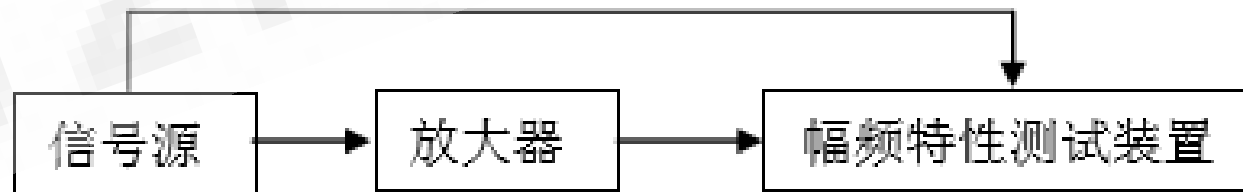

图 1 远程幅频特性测试装置框图 (基本部分)
(1) 制作一信号源。输出频率范围：1MHz - 40MHz；步进：1MHz，且具有自动扫描功能；负载电阻为 600 Ω 时，输出电压峰峰值在 5mV - 100mV 之间可调。
(2) 制作一放大器。要求输入阻抗：600 Ω ；带宽：1MHz - 40MHz；增益：40dB，要求在 0 - 40 dB 连续可调；负载电阻为 600 Ω 时，输出电压峰峰值为 1V，且波形无明显失真。
(3) 制作一用示波器显示的幅频特性测试装置，该幅频特性定义为信号的幅度随频率变化的规律。在此基础上，如图 1 所示，利用导线将信号源、放大器、幅频特性测试装置等三部分联接起来，由幅频特性测试装置完成放大器输出信号的幅频特性测试，并在示波器上显示放大器输出信号的幅频特性。